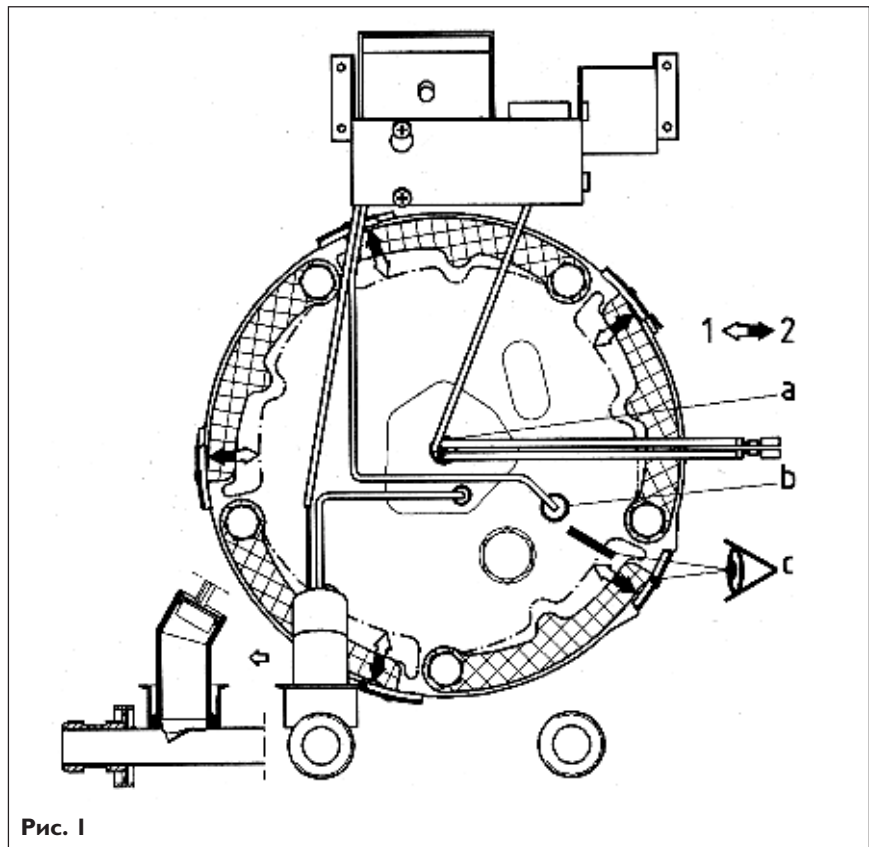
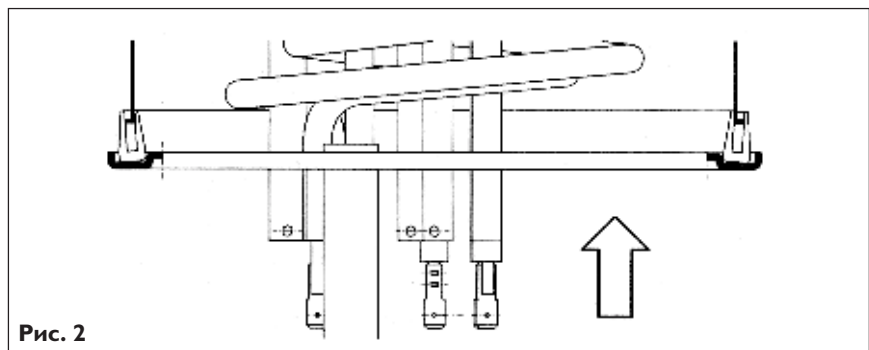

Рис. 1
Рис. 2
- Установите нагревательный фланец и новое уплотнение (артикул номер 08 53 68) (см. рис. 2). Обратите внимание на поз. с рис. 1.